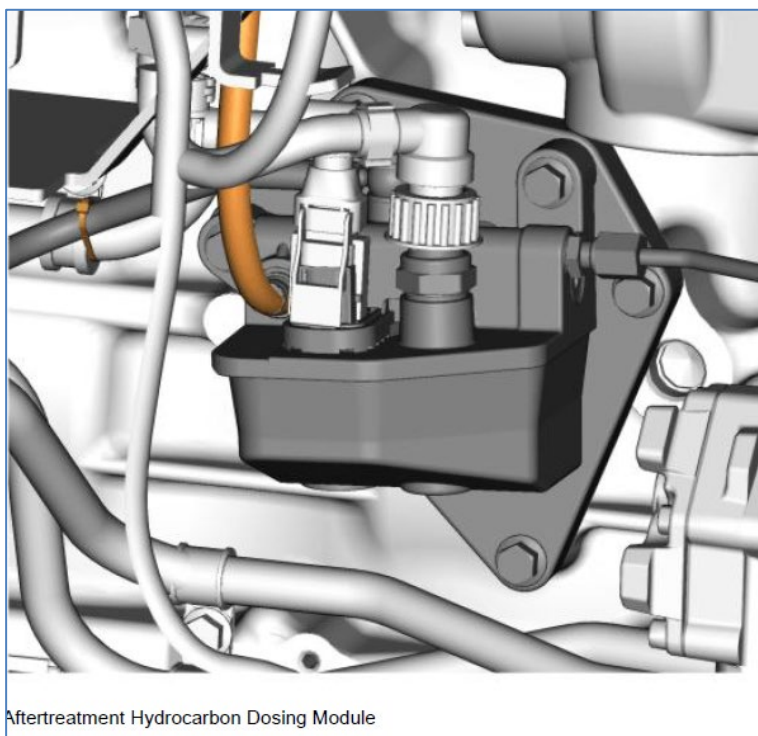

FIGURE 14: US10+6 ET RÉCENT – MODULE AHI
10. **US10+6 et récent** – Remplacez le module AHI (FIGURE 14) et la buse AHI Parker (FIGURE 15).